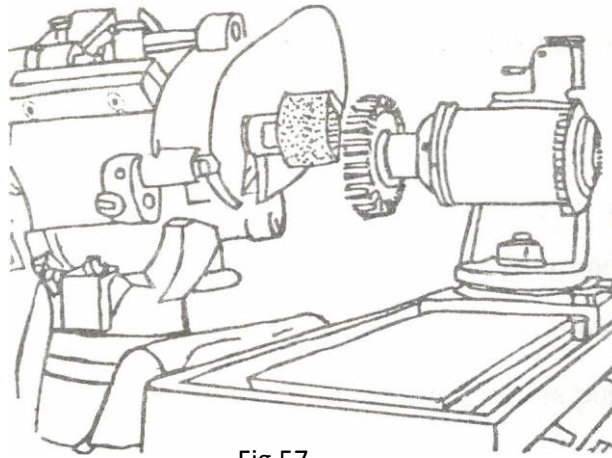

Fig.57
- 2.** Posicionar cabezal porta pieza (Fig. 57).